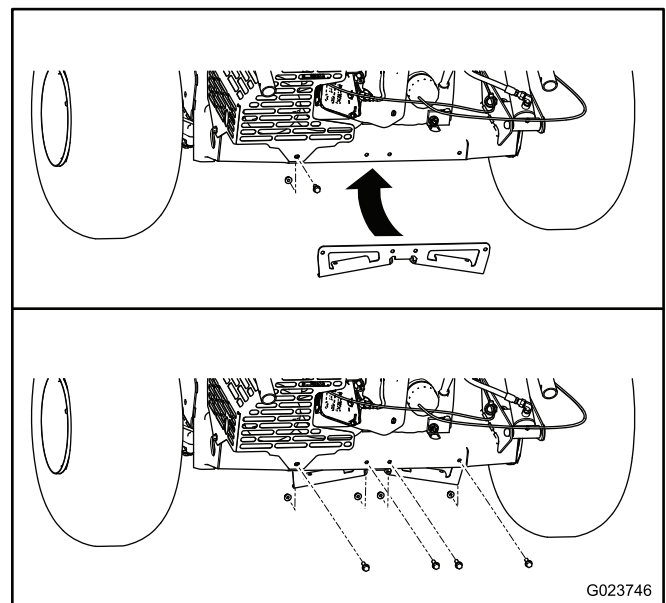

Figura 14
1. Retire la tuerca y el perno que sujetan el protector del silenciador a la parte trasera de la máquina (Figura 14).
3. Sujete el soporte del bastidor con 4 pernos (5/16 x 1 pulgada) y 4 tuercas con arandela prensada (5/16 pulgada); consulte Figura 14.